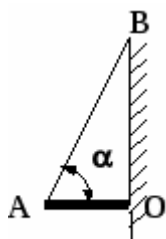

Рис. 1
1. Однородный стержень АО длиной l и массой $m = 15 \text{ кг}$, расположенный горизонтально и шарнирно закреплённый в точке О, удерживается нитью АВ, образующей со стержнем угол $a = 60^\circ$ (см. рис. 1). Определить величину силы реакции опоры в шарнире.